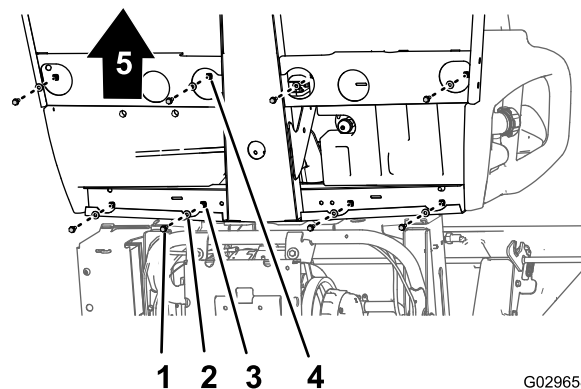
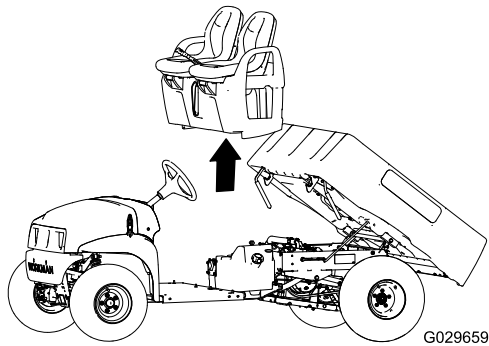

図 41
図 42
1. 車両の下側で、座席ベースをフロアプレートと後キャブチャンネル材に固定しているフランジヘッドボルト8本とワッシャ8枚を外す 図 41。
- 機体から、座席、座席ベース、駐車ブレーキケーブルを注意深く吊り上げる 図 41。
- 座席と座席ベースを機体上に降ろしてブレーキケーブルをシャーシに沿って配置する 図 41 と 図 42。
- 座席ベースについている穴を、フロアプレートの穴と後キャブチャネルの穴に合わせる 図 41 と 図 42。